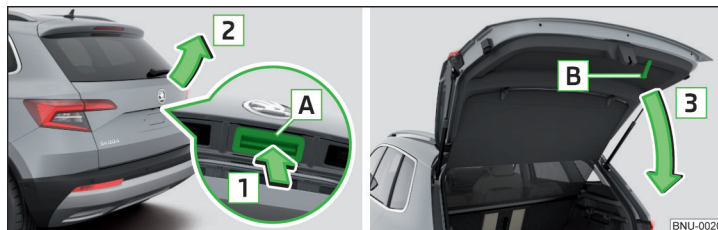

Fig. 54 Abrir/cerrar la tapa del maletero
- Para **abrir** la tecla **A** presionar en el sentido de la flecha **1** » fig. 54.
Se desactiva la tecla **A** » fig. 54 cuando se arranca o a partir de una velocidad de más de 5 km/h. Después de parar el vehículo y abrir una puerta se volverá a activar la tecla.